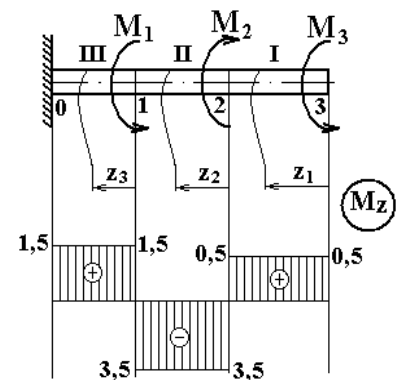

Рис. 3.3.
1. Покажем расчётную схему (рис. 3.3). Реакцию в заделке определять не нужно, поскольку, используя метод сечений, можно при движении справа налево постоянно отбрасывать левую часть. Вал имеет три силовых участка. Рассмотрим равновесие каждого из этих участков.
2. Как видно из эпюры (рис. 3.3), по абсолютной величине максимальным является момент на II участке: $M_{\max}=3,5 \text{ кН}\cdot\text{м}$. По этому моменту будем рассчитывать диаметр вала по формуле [2]: